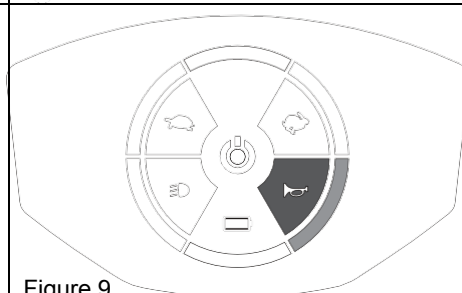

Figure 9
- Appuyez sur la touche du klaxon pour faire retentir l'avertisseur. L'avertisseur et le voyant restent allumés jusqu'à ce que vous relâchiez la touche du klaxon (figure 9).